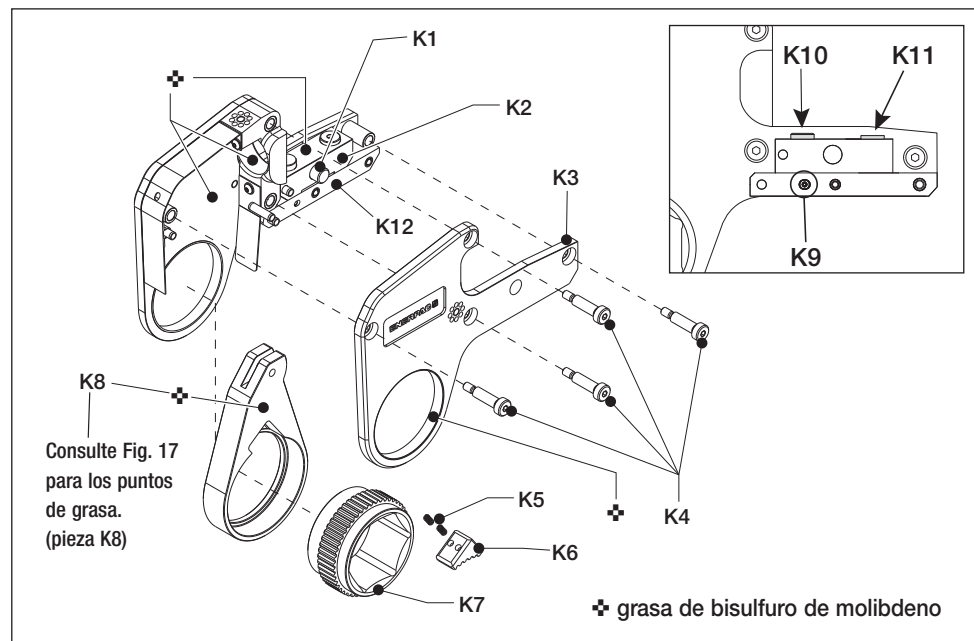

Fig. 16
5.4 Mantenimiento preventivo - Cassette (Fig. 16 y 18)
5.5 Mantenimiento completo -Cassette (Fig. 16, 18 y 19)